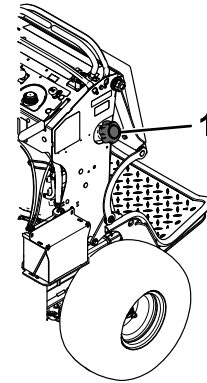

Figure 45
3. Nettoyez la surface autour du bouchon du réservoir de carburant pour éviter que des débris ne tombent à l'intérieur du réservoir (Figure 45).